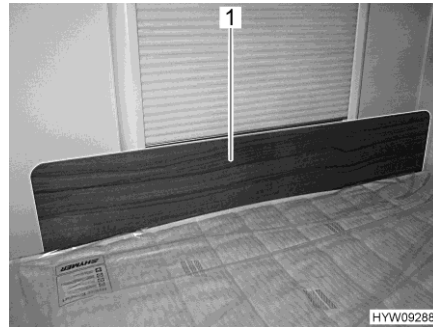

Fig. 84 Panel protector / protección contra caídas
- Meter el panel protector (Fig. 84,1) delante de la ventana, entre el colchón y el marco de la ventana. El efecto de apriete del colchón retiene al panel protector en su posición delante del marco de la ventana.